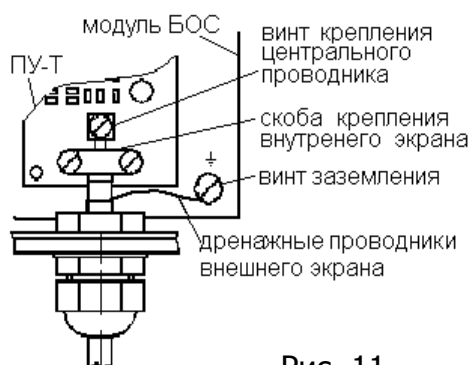

Рис. 11
2.6 Закрепить кабель в зажимных клеммах модуля ПУ-Т так, чтобы скрутки дренажных проводников были зажаты скобой, а центральный проводник винтом. Проследить, чтобы не было замыкания центрального проводника и экрана (Рис. 11).
2.8 Концы дренажных проводников внешнего экрана с надетой изоляционной трубкой сформовать и подключить к заземлению на модуле БОС (Рис. 11).